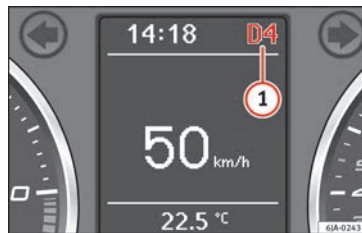

Fig. 178 Pantalla informativa: posiciones de la palanca selectora.
La posición actual de la palanca selectora se indica en la pantalla del cuadro general de instrumentos **①** » fig. 178.
- En la posición **D** empuje la palanca selectora hacia la derecha. La posición elegida de la palanca selectora se indica en la pantalla del cuadro general de instrumentos junto con la marcha engranada **1** » **fig. 178**.